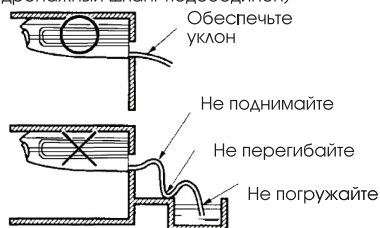

Рис. 1
(Рис. 1)
(1) Прокладка дренажа
- Прокладывайте дренажную трубу с минимальным уклоном 1/100 для предотвращения образования воздушных пробок (см. рис. 1).
- Используйте приложенный дренажный шланг (4) и хомут (5). Вставьте дренажный шланг в гнездо дренажа. Затягивайте хомут до тех пор,